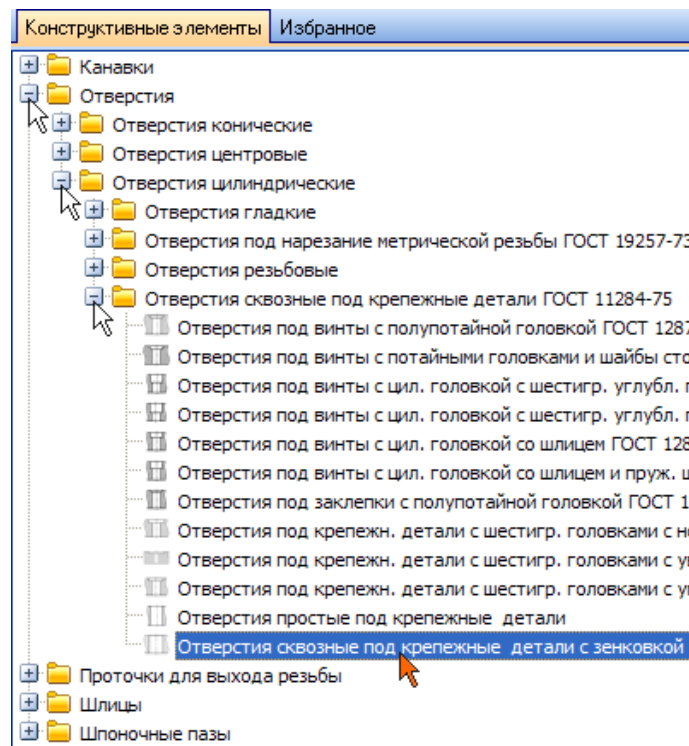

Рисунок 3.
- Выполните двойной щелчок мышью на элементе Отверстия сквозные под крепежные детали с зенковкой — система перейдет в режим позиционирования отверстия (рис.3).